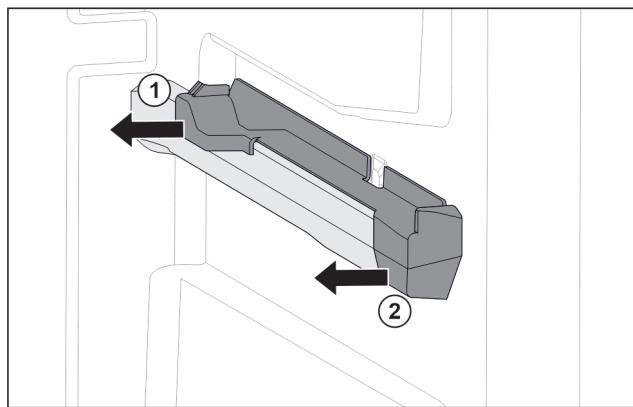

Fig. 17 右侧容器肋梁上的插装件
- ▶ 将插装件后部拉到一侧。Fig. 17 (1)
- ▶ 将插装件前部拉到一侧。Fig. 17 (2)